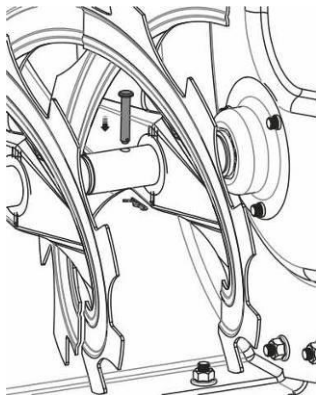

Рис. 39. Замена срезного штифта.
2. Установите новый срезной штифт и новый шплинт (рис. 39).